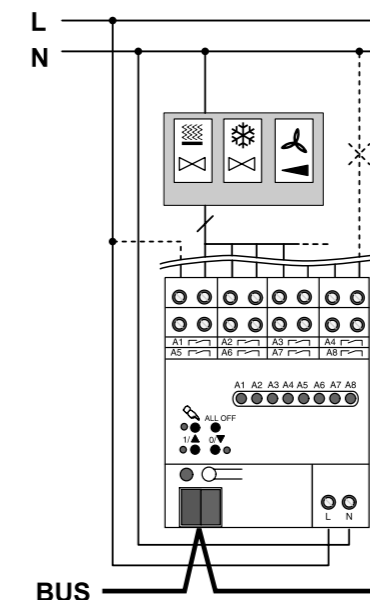

Bild 3: Lastanschluss für 1 Fan-Coil-Ausgang
- i** Ein Fan-Coil-Ausgang mit bis zu sechs Lüfterstufen: Anschlussbeispiel in Bild 3. Informationen zur Belegung der Ausgänge in Tabelle 2, Bild 4 und Bild 5.